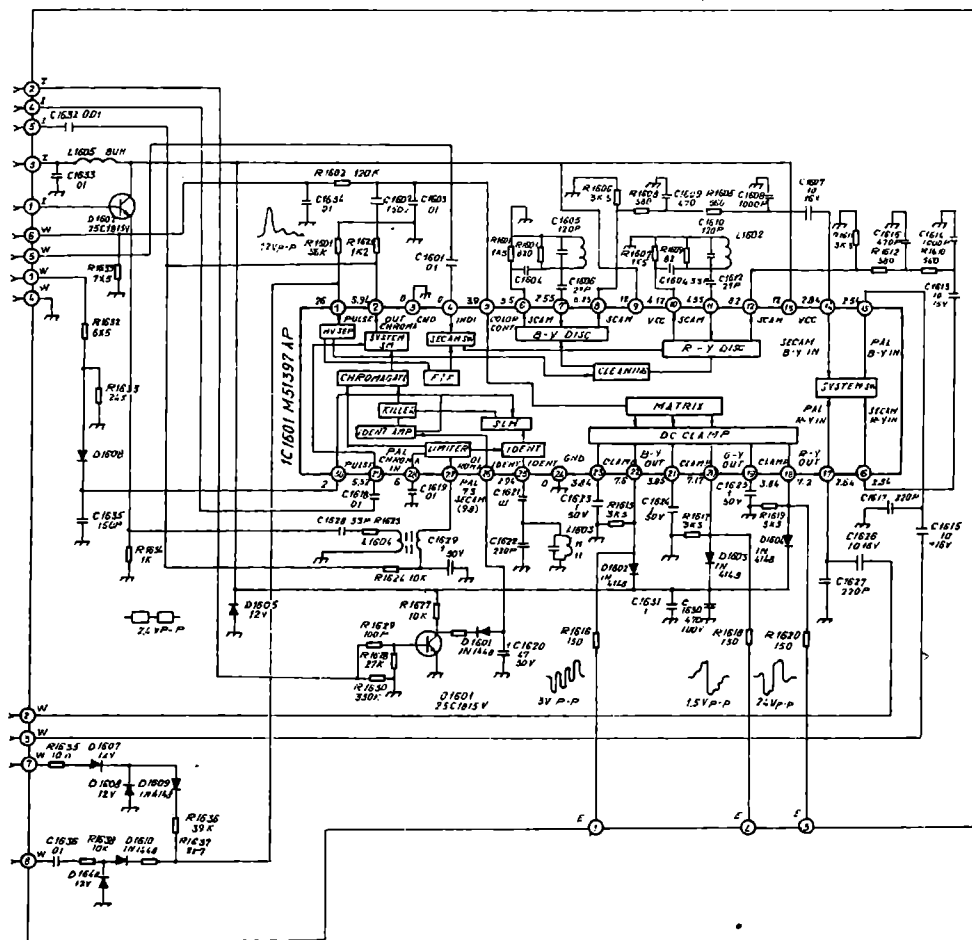

Fig. 7.1. Schema electrică a decodorului SECAM al televizorului PROFEX-FIDELITY
7.2. Decodorul SECAM al TV PROFEX (fig. 7.1)